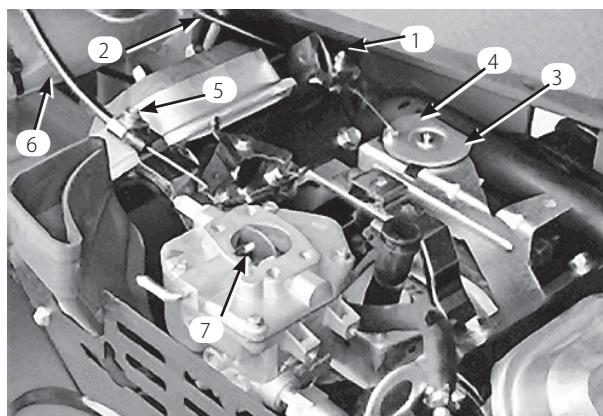

図 37
1. チョーク・ケーブルをエンジンに止めているクランプをゆるめる（図37）。
3. スロットル・ケーブルを十分に引いて、スイベルの後部をストップに接触させる（図37）。
1. チョーク・ケーブルをエンジンに止めているクランプをゆるめる(図37)。
3. ケーブルをしっかりと引いて、チョーク・バタフライを完全に閉じ、クランプを締める(図37)。